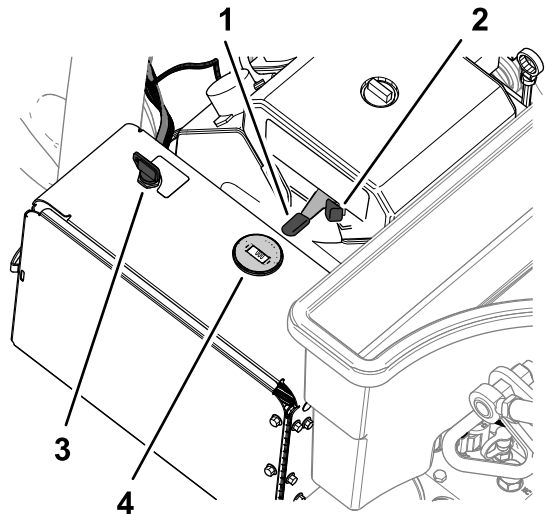

Bild 78
- Stellen Sie den Gasbedienungshebel (Bild 78) auf die LANGSAM-Stellung.